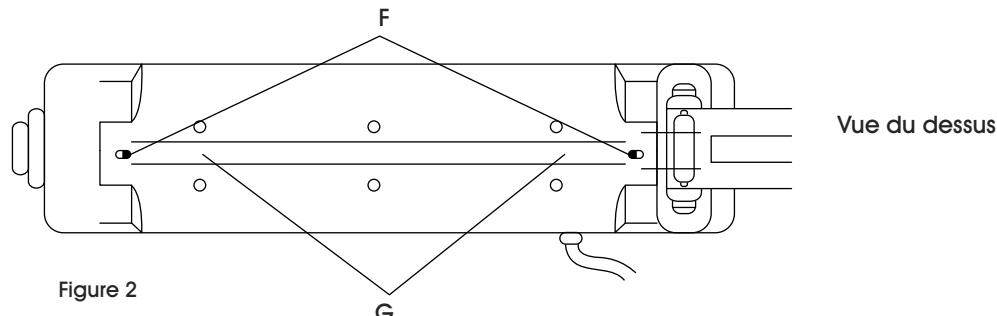

Figure 2
- Après avoir retiré les plaques de protection métalliques, les rubans en PTFE et l'élément, nettoyez la surface de scellage (G) avec un nettoyant jusqu'à l'élimination de la colle et des débris. Un dissolvant d'adhésif est recommandé. (Voir Figure 2)
- Retirez la pellicule protectrice du ruban adhésif en PTFE. Appliquez uniformément sur la scelleuse. Le ruban en excès doit s'étendre jusqu'aux bornes de branchement (F). Si l'élément entre en contact avec quoi que ce soit de métallique, la scelleuse se court-circuite. (Voir Figure 2)